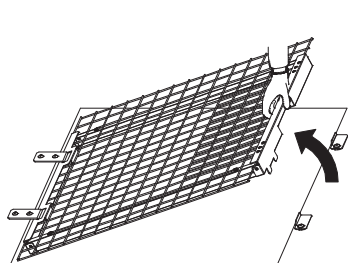

Рисунок 5
- (2) Медленно поднимите защитную сетку, разворачивая ее вокруг фиксирующих защелок. (См. **рисунок 5.**)